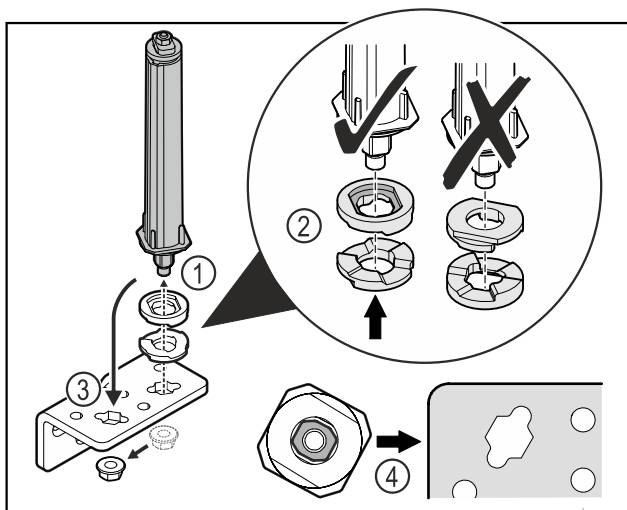

Fig. 26
- ▶ Povolte matici a odstraňte uzávěrací systém dvířek Fig. 26 (1).
- ▶ Dbejte na správné vyrovnaní výškově stavitelných podložek Fig. 26 (2).
- ▶ Přesaďte uzávěrací systém dvířek v úhelníku závěsu a upevněte jej maticí Fig. 26 (3).
- ▶ Při nasazování dbejte na správné vyrovnaní uzávěracího systému dvířek Fig. 26 (4).